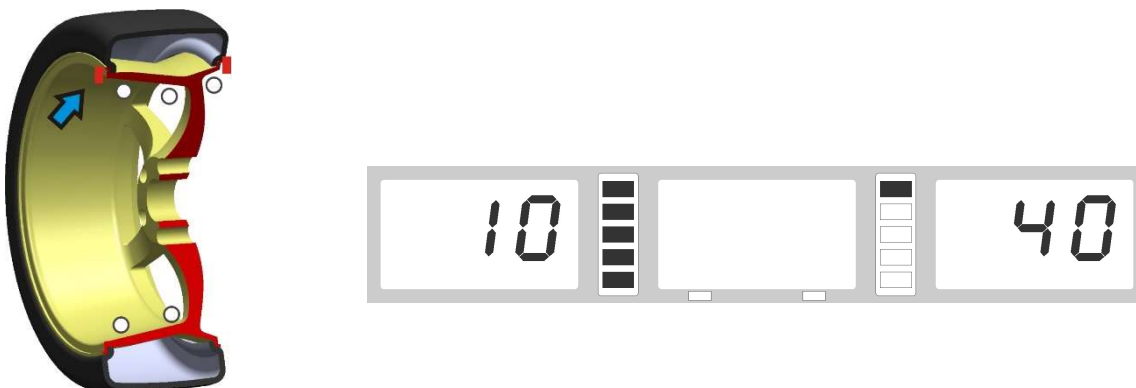

Abb. 4
- Drehen Sie das Rad langsam weiter gegen den Uhrzeigersinn. Nun zeigt die linke Anzeige mit voll aufleuchtenden LEDs, die korrekte Winkelposition an, an der die Wuchtgewichte (12-Uhr-Position) an der Innenseite angebracht werden müssen, wie in **Abb.4** dargestellt wird.